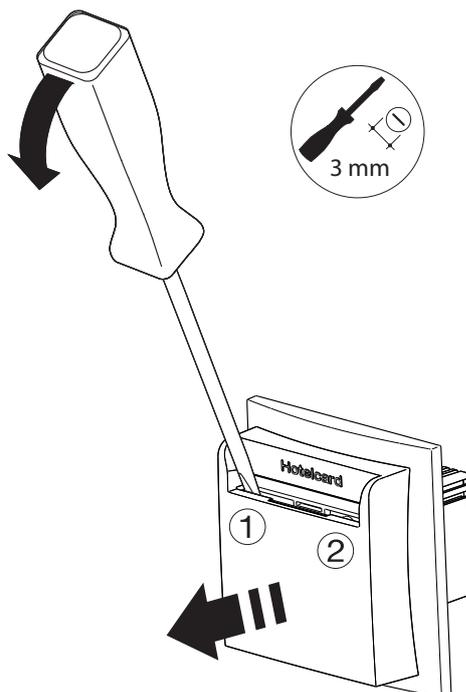

Figura 5
- Rimuovere la copertura design. Successivamente, inserire il cacciavite piatto nell'apertura dell'alloggiamento Hotel Card (figura 5) e, sollevando leggermente con cautela a sinistra ① e a destra ②, liberare e rimuovere la copertura design.
- Inserire il cacciavite piatto nella cavità dell'alloggiamento Hotel Card e impostare il ritardo di spegnimento tramite rotazione del potenziometro (7).